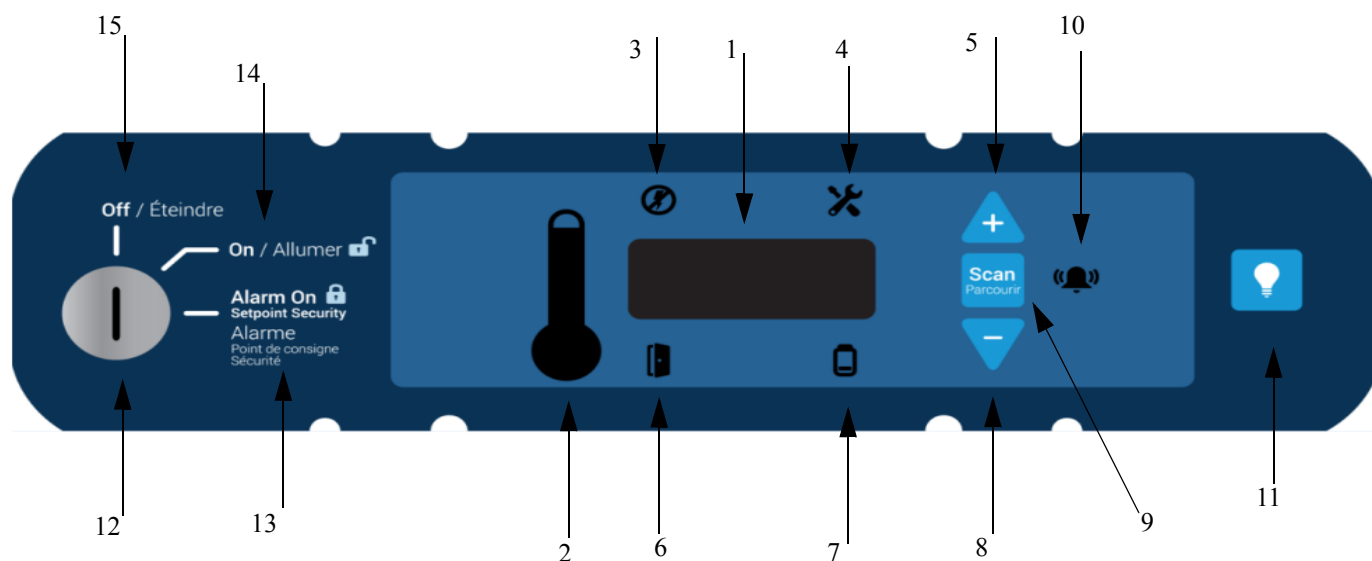

Figura 12. Pannello di controllo del refrigeratore
Il pannello di controllo è posizionato sul lato superiore destro del refrigeratore per banche del sangue. È possibile usare i tre pulsanti (5, 8, e 9 nella *Figura 12*) per modificare il display della temperatura (1) o per regolare i valori di riferimento della temperatura e dell'allarme come indicato nella *Sezione 9.3*. Il display del termometro (2) offre una rapida indicazione visiva della temperatura corrente all'interno dell'unità e delle situazioni di allarme.